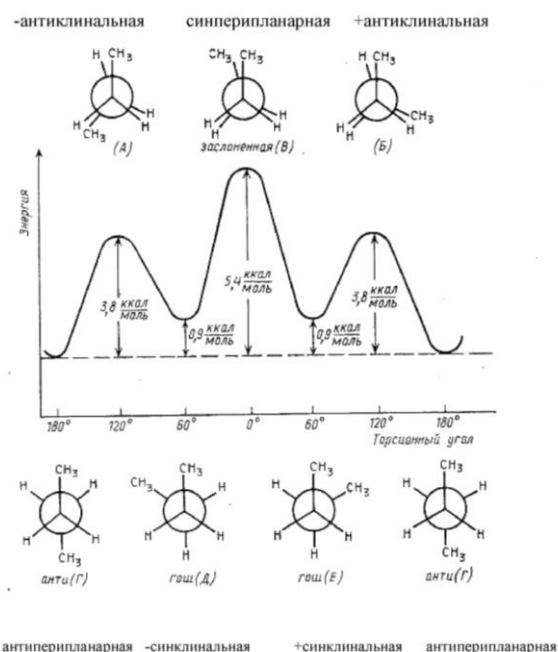

Рис. 2.3. Зависимость потенциальной энергии от торсионного угла поворота вокруг связи $C_2 - C_3$ в н-бутане.
Особенность циклических конформаций в том, что переходы между ними протекают синхронно и согласованно. Наиболее полно исследованы конформации циклогексана. Из разных конформаций, принимаемых молекулой циклогексана, наиболее устойчивой является форма кресла (I). Минимуму на энергетической кривой соответствует также конформация искаженной ванны – твист-конформация (II). Две другие конформации – ванна (III) и полукресло (IV) – соответствуют максимумам на энергетической кривой, и их следует рассматривать как переходные состояния между двумя относительно устойчивыми формами (рисунок 2.3).